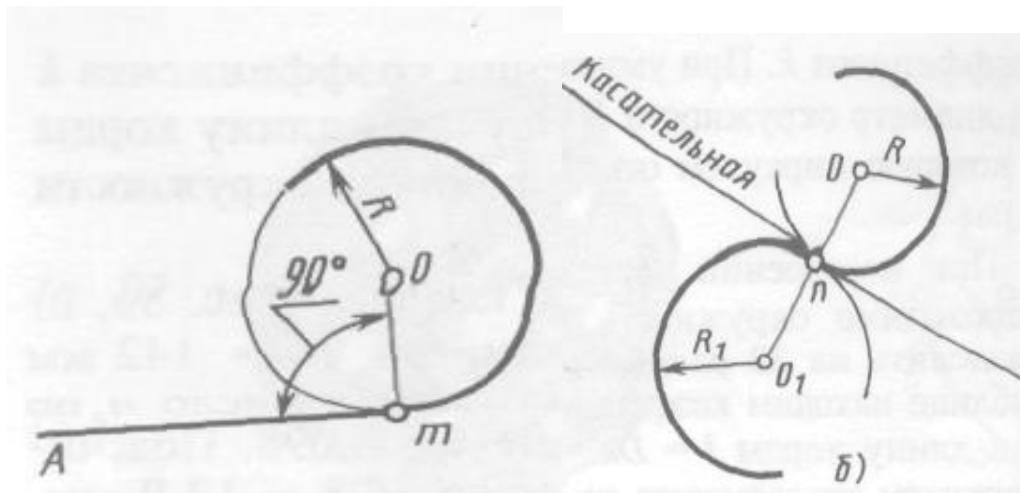

Рис. 26 – Положения о сопряжениях
1. Для сопряжения прямой линии и дуги необходимо, чтобы центр окружности, которой принадлежит дуга, лежал на перпендикуляре к прямой, восстановленном из точки сопряжения (рисунок 26 а).
2. Для сопряжения двух дуг необходимо, чтобы центры окружностей, которым принадлежат дуги, лежали на прямой, проходящей через точку сопряжения (рисунок 26 б).